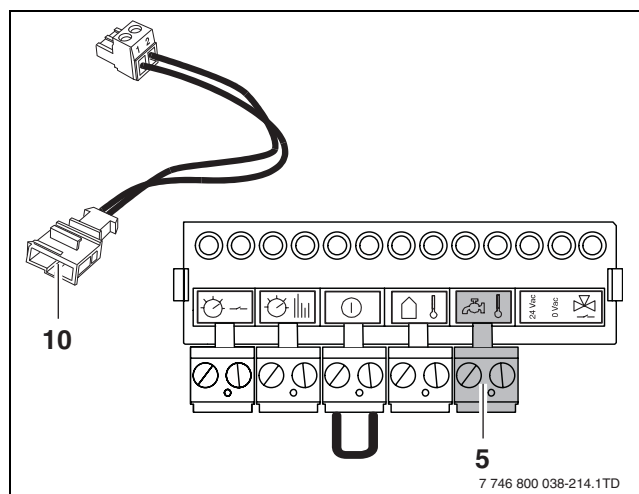

Fig. 32 Aansluitstrook – aansluiten Nefit boilersensor (grijs)
- Sluit de Nefit boilersensor aan op de grijze stekker van de aansluitstrook van het cv-toestel (fig. 32, **pos. 5**). Gebruik hiervoor de bij het cv-toestel meegeleverde adapterkabel (fig. 32, **pos. 10**).